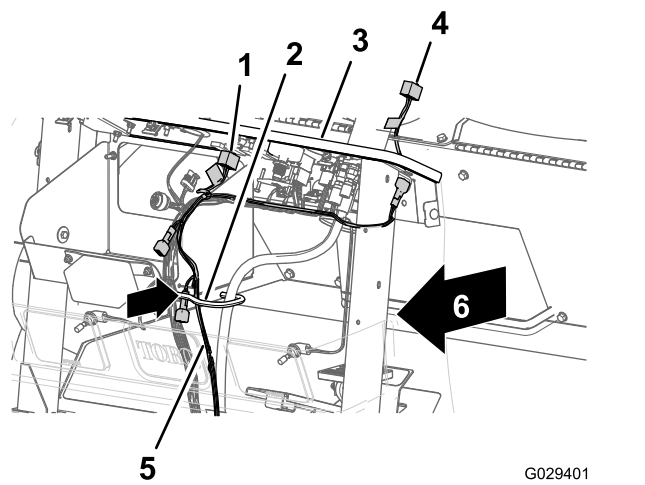

Figura 15
- Encaminhe a secção de 240 cm da cablagem do painel de instrumentos através do olhal na abertura do anteparo frontal e entrada do cabo e gancho do tubo (Figura 15).